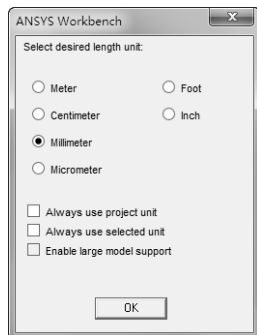

图 11-24 【ANSYS Workbench】对话框
3) 双击项目 A 中的 A2 栏的【Geometry】项, 此时会进入到 DesignModeler 界面, 并弹出【ANSYS Workbench】对话框, 选择【Millimeter】单选按钮设置 mm 单位, 如图 11-24 所示。